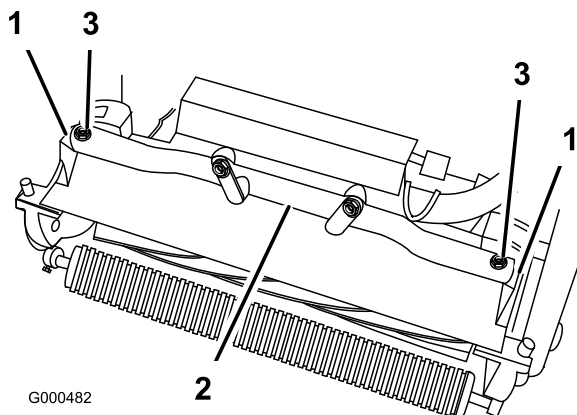

Figura 45
4. Togliete le due viti a testa cilindrica che fissano i bracci girevoli dell'apparato di taglio al tubo del telaio della trattrice (Figura 45).
5. Girate in avanti i bracci girevoli (Figura 45) ed appoggiate la trattrice sul cavalletto ancorato.